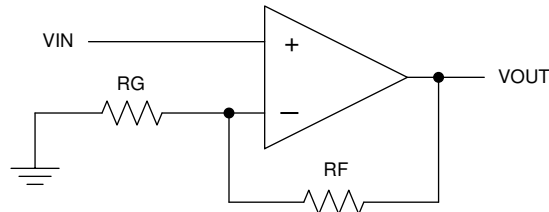

图 9-6. 原理图表示
- 外部元件尽可能靠近器件放置。如图 9-6 所示，使 RF 和 RG 靠近反相输入以最大限度地减小寄生电容。